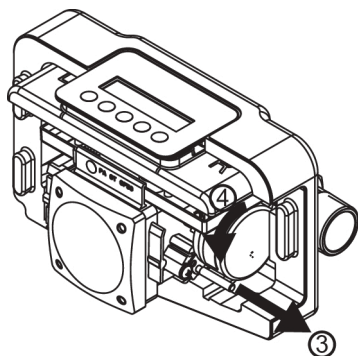

Abb. 7: Roten Arretierstift entfernen und Motor drehen
3. Roten Arretierstift entfernen (siehe Abbildung 7).
4. Motor **gegen** den Uhrzeigersinn um ca. 90 Grad (eine viertel Umdrehung) drehen (siehe Abbildung 7). Dafür muss keine Schraube gelöst werden.